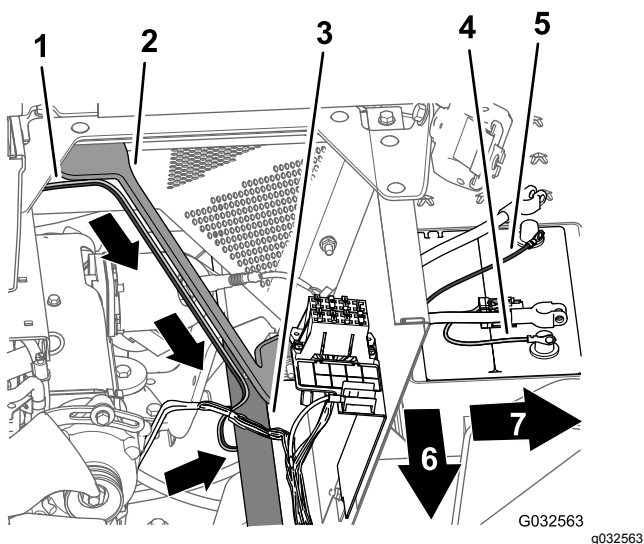

図 138
3. ワイヤハーネスの 165cm の枝線を、エンジンシュラウドの左側サポートに沿って下へ進め、左側フレームチューブの下まで導く図 138。
4. ワイヤハーネスの 165cm の枝線についている 50 A ヒューズ、プラス端子、マイナス端子を、バッテリー上部まで導く図 138。